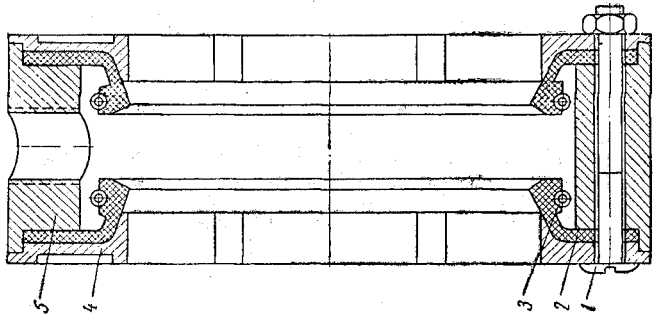

Рис. 79. Головка подвода воздуха:
**Головка подвода воздуха** (рис. 79) состоит из двух эластичных манжет 2 с нажимными пружинами 3, которые обеспечивают герметичность подвижного соединения. Манжеты с нажимными пружинами монтируются в корпусе 5 головки и запираются крышками 4, прижатыми до упора в корпус головки при помощи винтов 1 и гаек с последующей их керновкой.